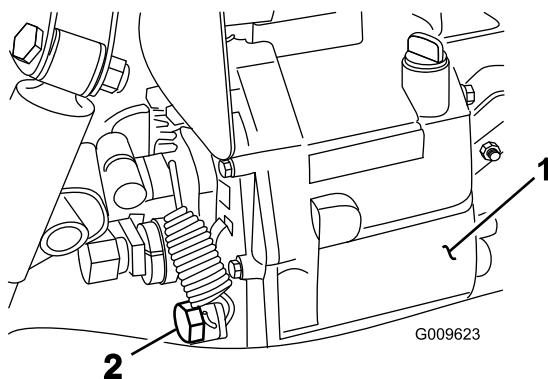

Figure 76
2. Retirez le bouchon de vidange sur le côté du réservoir et laissez l'huile s'écouler dans un bac de vidange (Figure 76).